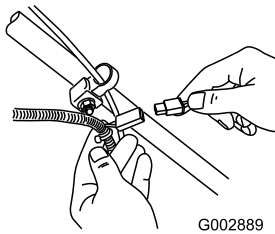

Figure 26
1. Branchez le chargeur au faisceau de câblage situé sous la clé de contact (Figure 26).